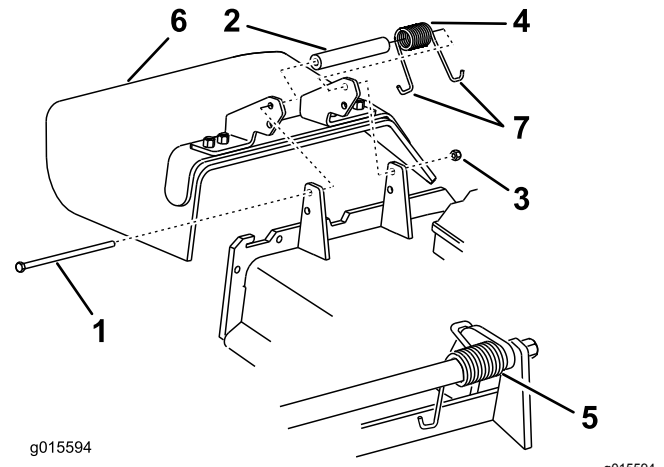

Figure 104
**Remarque:** Prenez soin de placer une extrémité en J du ressort derrière le bord du tablier avant de mettre le boulon en place, comme illustré à la Figure 104.
3. Remettez le boulon et l'écrou en place. Accrochez l'extrémité en J du ressort au déflecteur d'herbe (Figure 104).
1. Retirez le contre-écrou, le boulon, le ressort et l'entretoise qui fixent le déflecteur aux supports de pivot (Figure 104). Déposez le déflecteur d'herbe s'il est endommagé ou usé.